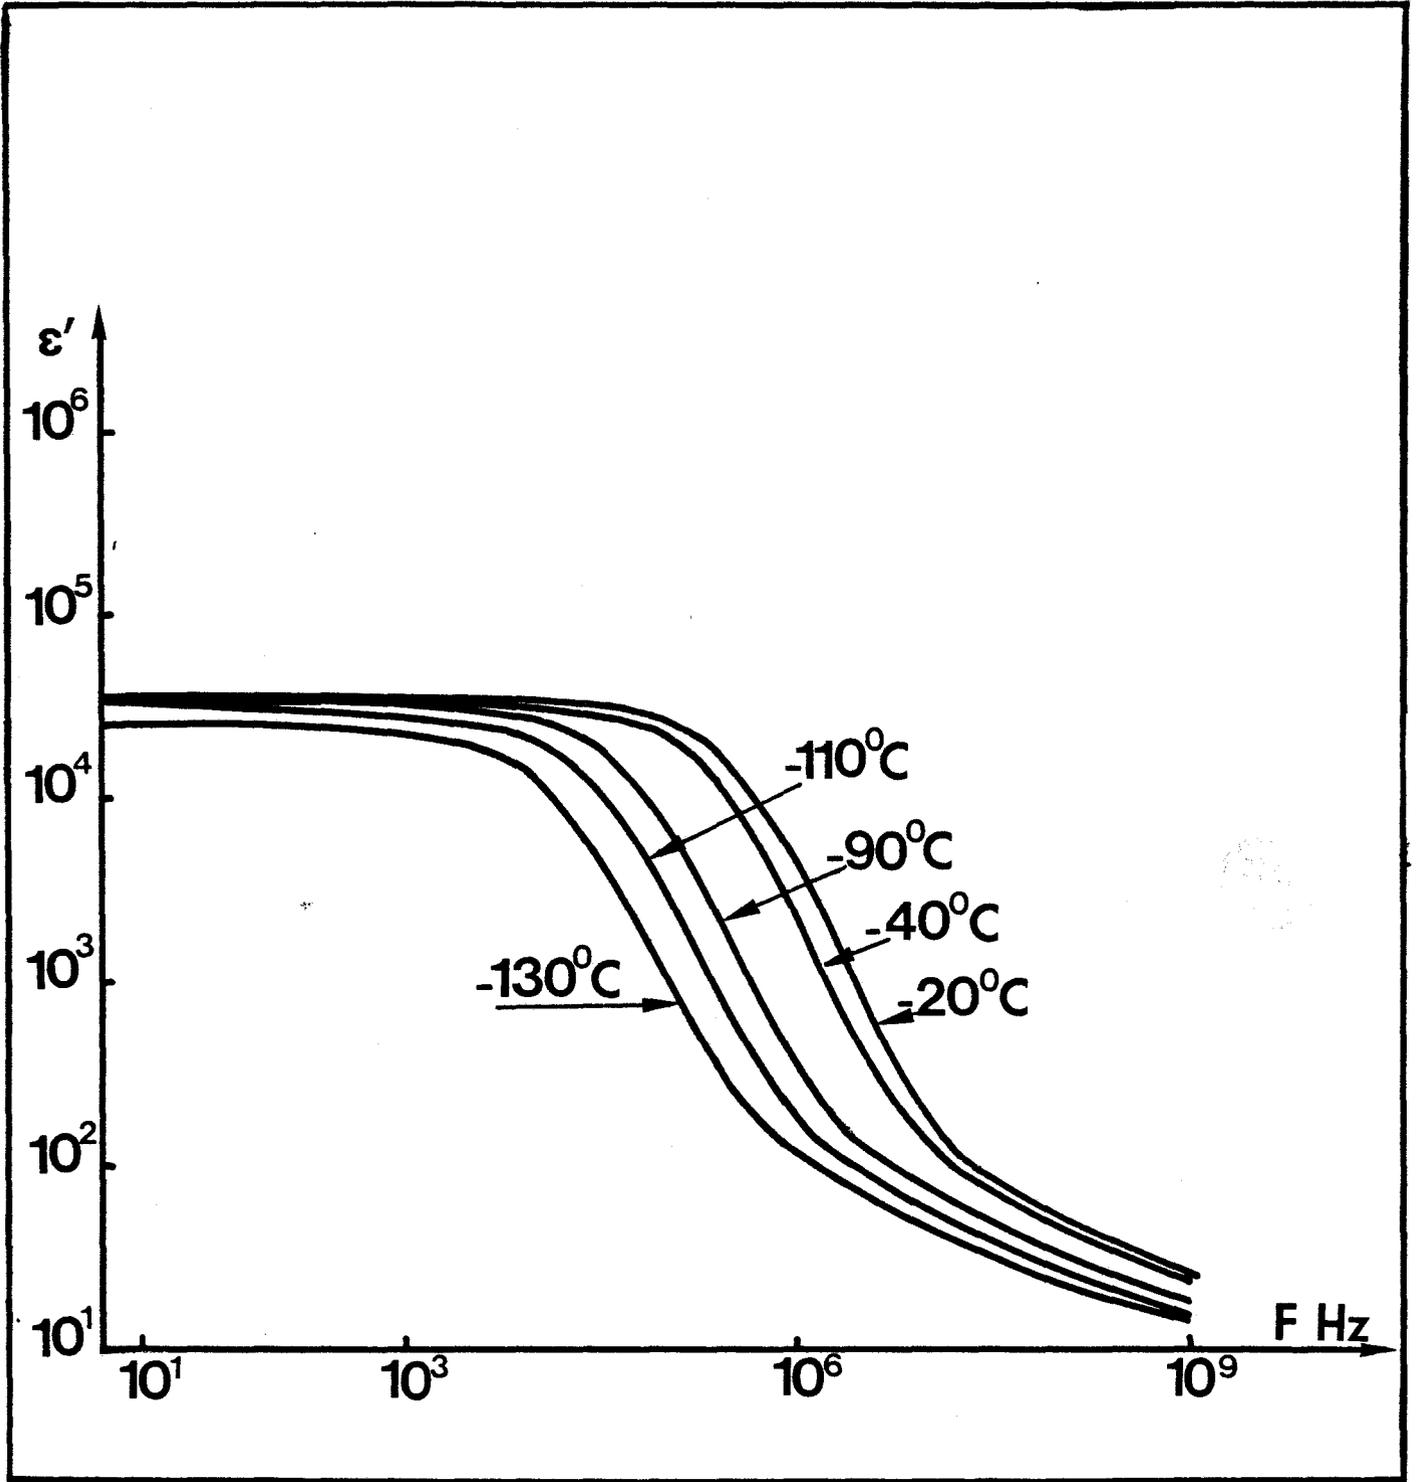

FIGURE F.4.6
- Figure F.4.6 : Permittivité de l'échantillon